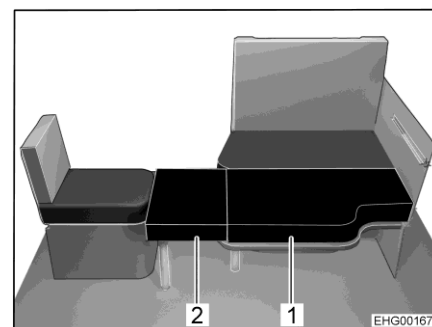
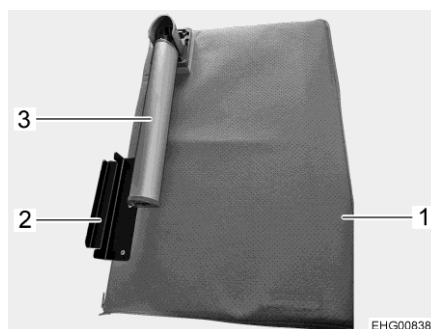

Fig. 77 Après la transformation
Fig. 78 Planche supplémentaire
- Déplier le repose-pieds (Fig. 78,3) sur la planche supplémentaire (Fig. 78,1).
- Accrocher l'équerre de support (Fig. 78,2) de la planche supplémentaire au siège individuel et poser le coussin supplémentaire (Fig. 77,2) sur le plateau de table.
- Poser le second coussin supplémentaire (Fig. 77,1) sur le plateau de table.